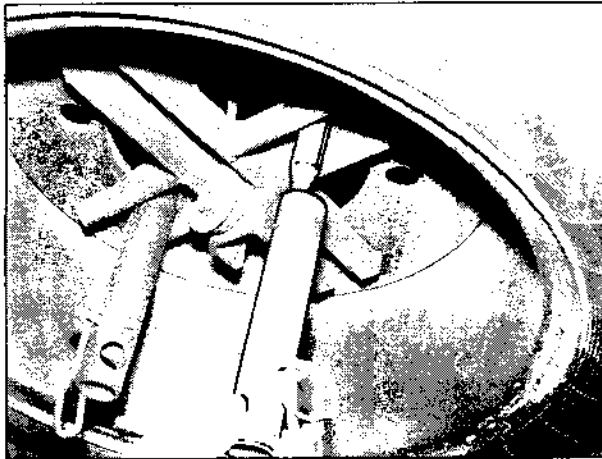

Bild 137
4. Schraubhülsen von den Gewindebolzen abschrauben (Bild 137).